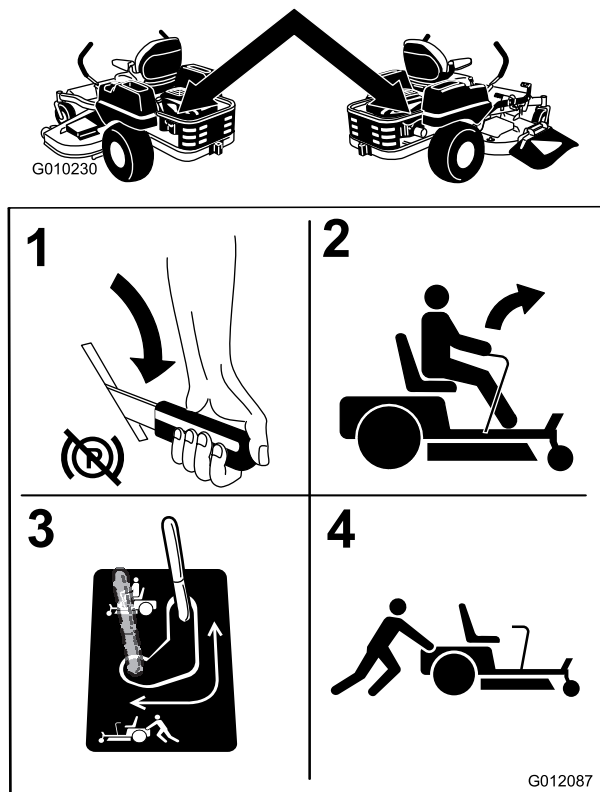

Bild 31
4. Schieben Sie die Bypasshebel nach hinten und dann nach links, um sie zu arretieren, wie in Bild 31 dargestellt, um die Radmotoren auszukuppeln. Wiederholen Sie die Schritte an jeder Maschinenseite.
Stellen Sie den Bypass auf die Stellung für das Schieben der Maschine (Bild 31), um die Radmotoren zu aktivieren.